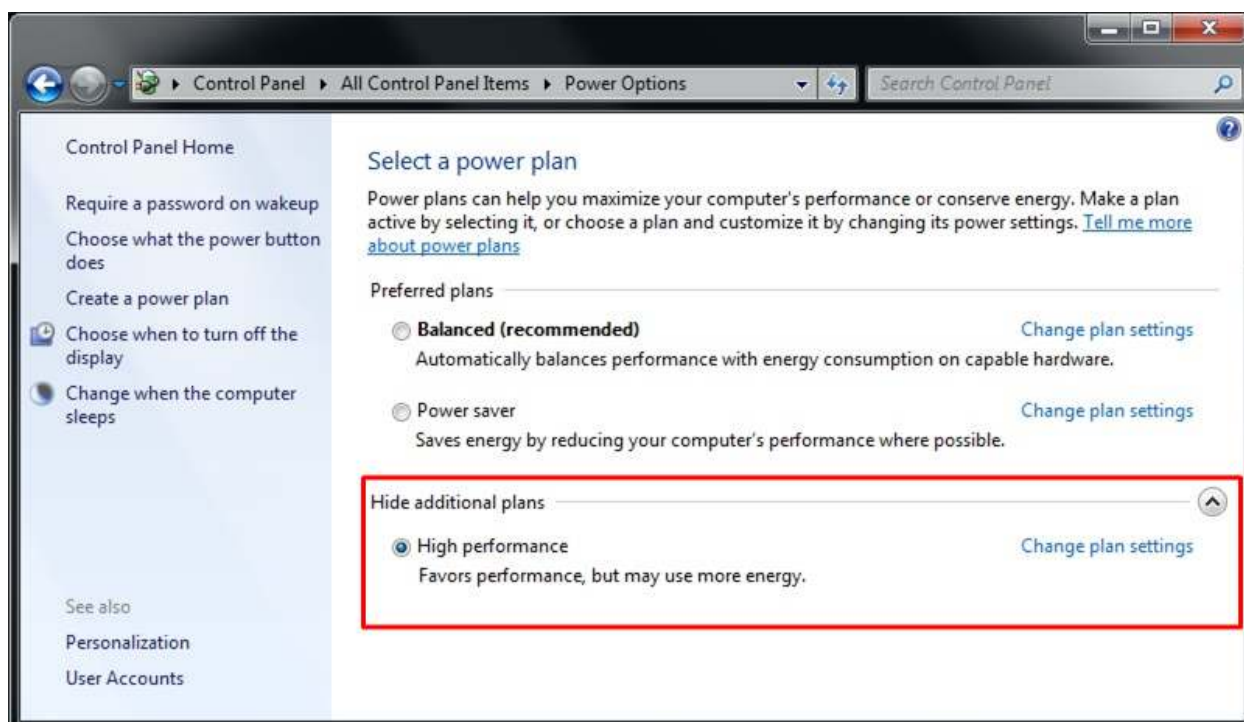

図 2-6:高パフォーマンスのオプション
- 下図 2-6 のように高パフォーマンスの設定に変更します。